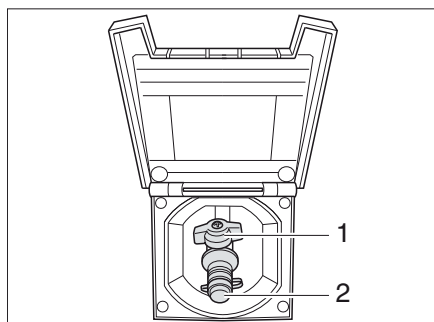

Fig. 84 Raccordement externe de gaz avec robinet d'arrêt de gaz fermé
Le raccordement externe de gaz (Fig. 84) se trouve, selon les modèles, à l'arrière ou sur le côté gauche ou droit du véhicule.
- Raccorder l'appareil à gaz externe sur le raccord (Fig. 84,2).
- Ouvrir le robinet d'arrêt de gaz (Fig. 84,1).